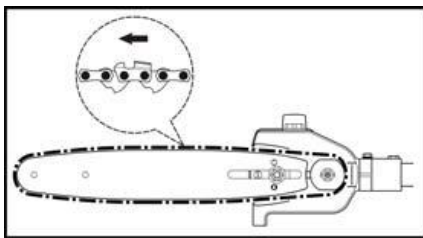

Fig. 9
**La bonne tension est extrêmement importante. (Fig. 9, 10 et 11)**
1. Vérifier que le sens de coupe est correct. Aligner la chaîne sur le pignon. (Fig. 9)